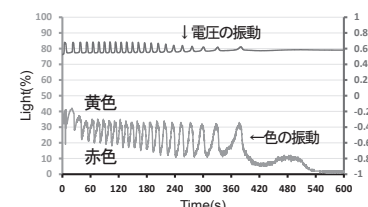

図 4
- ・ デンプンの代わりに鹼化度の低い PVA を BR 反応に加えると、溶液の色が黄色と赤色に変化する振動反応が現れ、振動は 23 回、420 秒継続しました (図 4)。しかし、鹼化度の高い PVA を加えても振動は継続しませんでした。